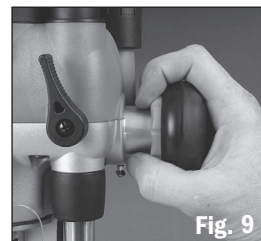

Fig. 9
2. Schiacciare l'anello sull'impugnatura girevole e ruotare l'impugnatura per alzare o abbassare la fresa. Rilasciare l'anello alla profondità desiderata, facendolo uscire (pop out), bloccando la fresatrice nella collocazione desiderata. **Fig. 9**